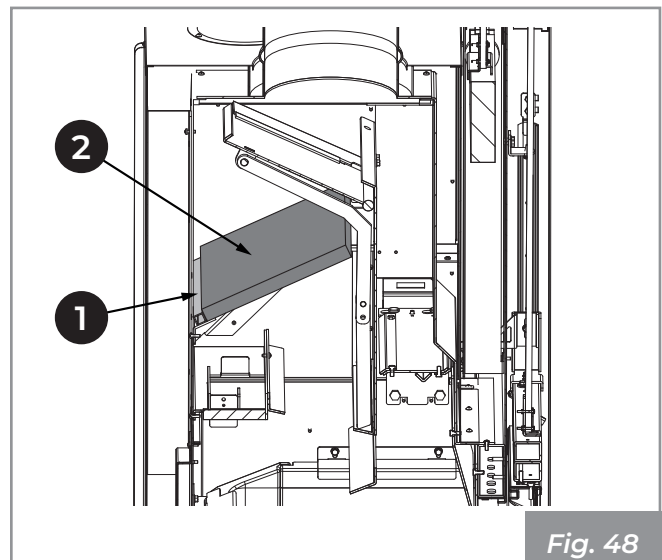

Fig. 48
- 8) Retirar y extraer los paneles (2) Fig. 48).
9) Retirar y extraer el espaciador (1).